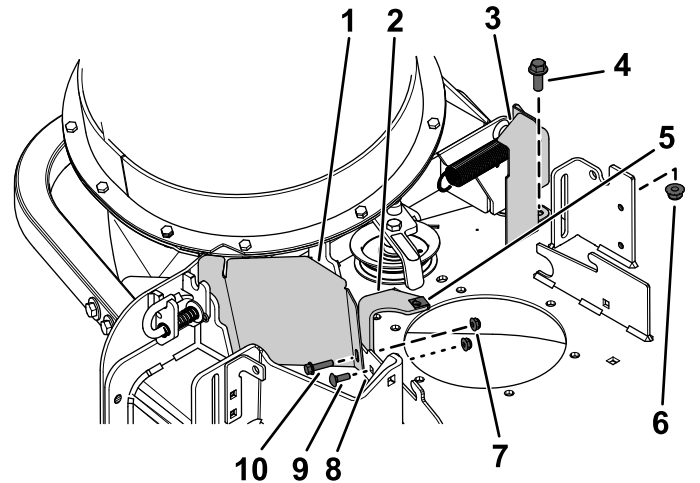

Figura 6
1. Alinhe os furos da proteção da polia CE com o furo no suporte do defletor frontal e o furo exterior na plange da plataforma frontal (Figura 6).
2. Alinhe o suporte da cobertura da correia CE (se não instalado previamente) com os furos na traseira da flange da plataforma frontal (Figura 6).
3. Prenda a proteção da polia CE e o suporte da cobertura da correia à flange da plataforma frontal no furo exterior utilizando um parafuso de cabeça sextavada ($\frac{1}{4} \times 1$ pol.) e uma porca de bloqueio ($\frac{1}{4}$ pol.) como se mostra na Figura 6.
4. Prenda o suporte da cobertura da polia à flange da plataforma frontal no furo interior utilizando um parafuso de carroçaria ($\frac{1}{4} \times \frac{3}{4}$ pol.) e uma porca de bloqueio ($\frac{1}{4}$ pol.) como se mostra na Figura 6.
5. Alinhe o furo na flange traseira do suporte da cobertura da correia CE com o furo na plataforma de onde removeu o suporte da cobertura da correia de equipamento original no passo 1 de Remoção do suporte de montagem da cobertura (página 4); consulte a Figura 6.
6. Alinhe a porca de clipe com o furo na parte superior do suporte da cobertura da correia CE e empurre a porca de clipe no suporte (Figura 6).
7. Instale sem apertar a proteção traseira na plataforma do cortador utilizando um parafuso de cabeça sextavada ($\frac{3}{8} \times 1$ pol.) e uma porca flangeada ($\frac{3}{8}$ pol.), como se mostra na Figura 6.